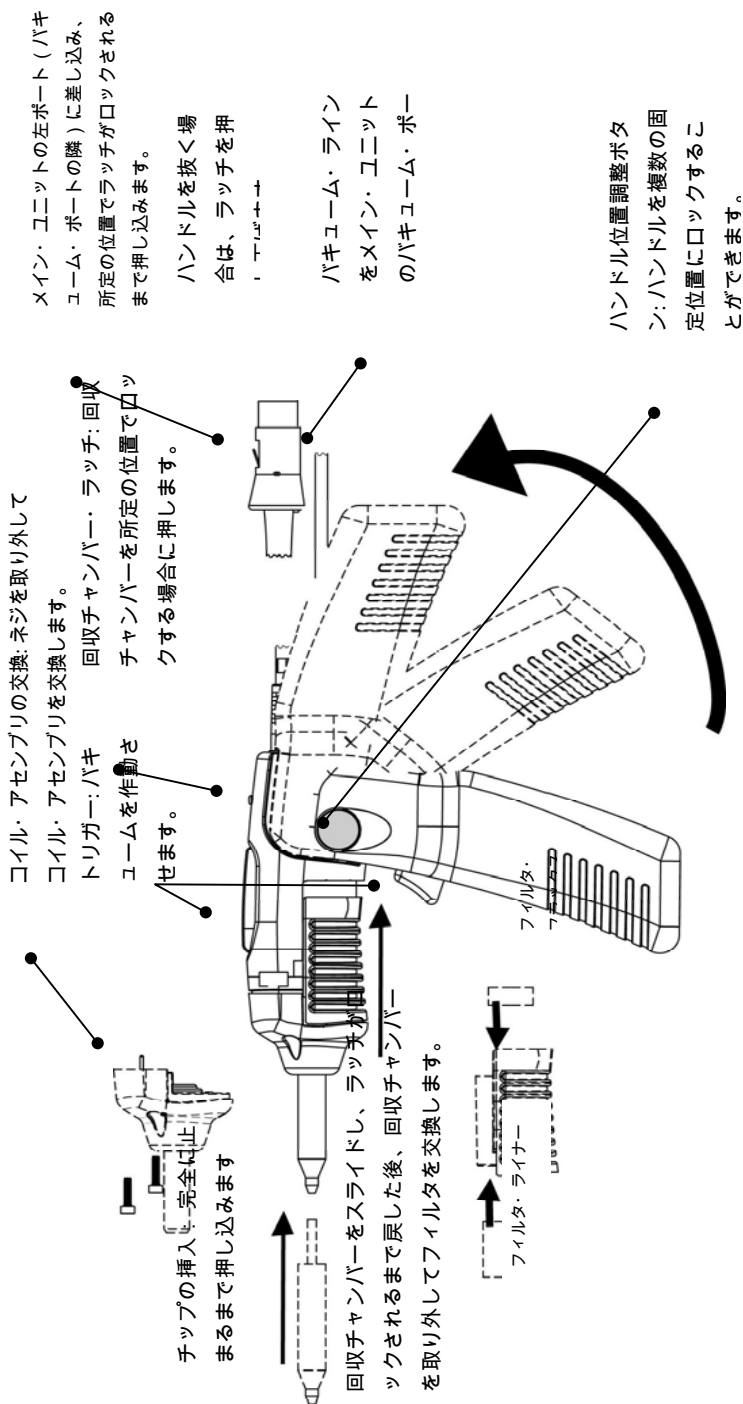

図 1. 吸い取り機ホルダーの操作手順
操作手順については、図 1 をご覧ください。
はんだ吸い取り機の操作手順については、図 1 をご覧ください。
コイル取り外しネジ (図 1) を交換する場合には、部品番号 MFR-HDCA を使用してください。フロント・シールが消耗している場合は、部品番号 DP-SL3 を使用してください。
- a. 回収チャンバーをホルダーの後方へスライドさせ、チャンバー・ラッチ・ボタンがポンと飛び出すまで移動し、チャンバーを取り外します (図 1) 。